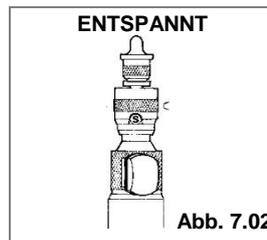

Abb. 7.02
- Vergewissern Sie sich, dass der Schlagbolzen und der Auslöser entspannt sind. (Siehe Abb. 7.02)